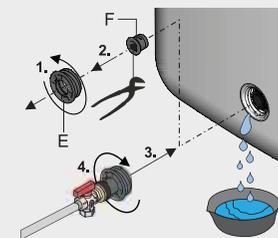

Figure 2
- Dévissez l'embout fileté (repère E de la figure 2) sur le raccord de remplissage et de vidange, retirez le bouchon de fermeture (repère F de la figure 2) et revissez immédiatement l'insert fileté prémonté avec le KFE dans le raccord de remplissage et de vidange (figure 2).